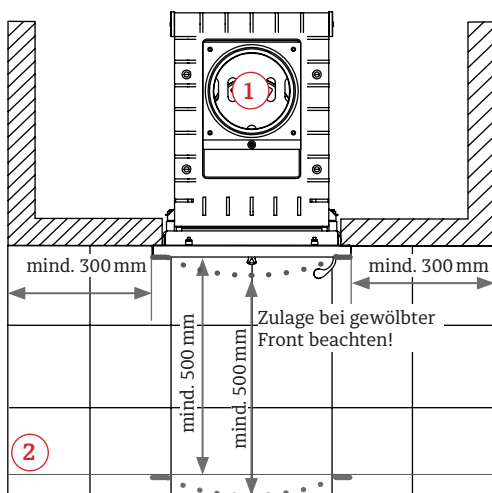

Abb.:1
- Vor der Feuerraumöffnung sind Fußböden aus brennbaren Baustoffen durch einen Belag aus nicht brennbaren Baustoffen zu schützen. Der Belag muss sich nach vorne um mindestens 500 mm und zur Seite um mindestens 300 mm über die Frontplatte hinaus erstrecken (Abb.:1).